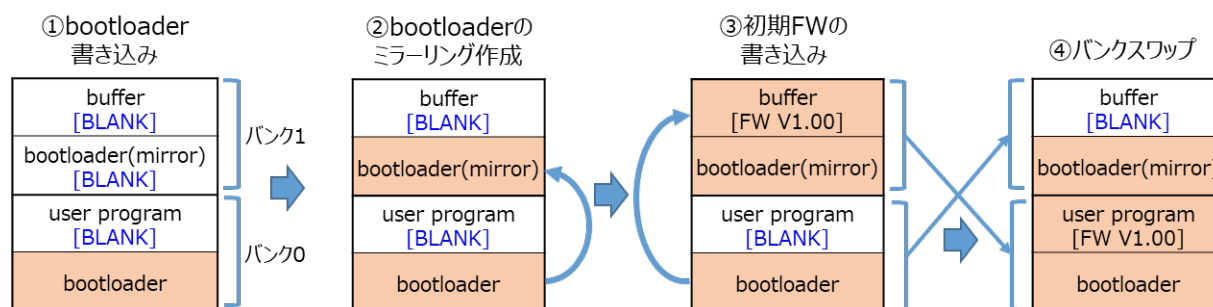

図 1-3 デュアルモードのファームウェアアップデートの初期設定
デュアルモードのファームウェアアップデートの初期設定の動作を図 1-3 に示します。
本 FIT モジュールでは、内蔵フラッシュに書き込む初期ファームウェアを生成するためのツール (Renesas Secure Flash Programmer) を提供しています。このツールでは、ユーザプログラムのみの初期ファームウェア、およびブートローダとユーザプログラムで構成される初期ファームウェアを生成することができます。ブートローダとユーザプログラムで構成される初期ファームウェアをフラッシュライタなどで内蔵フラッシュに書き込むことにより、図 1-3 の④の状態にすることができます。
また、ブートローダプログラムをビルドし、生成された mot ファイルを内蔵フラッシュに書き込むことにより、図 1-3 の①の状態にすることができます。内蔵フラッシュにブートローダのみを書き込んだ場合は、ブートローダの機能を使ってユーザプログラムのみの初期ファームウェアを内蔵フラッシュに書き込みます。